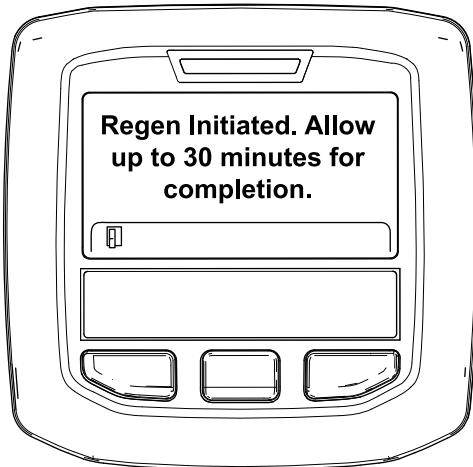

Figura 54
- Se la rigenerazione è consentita, nell'InfoCenter viene visualizzato il messaggio "Regen Initiated. Allow up to 30 minutes for completion" (Rigen. inizializzata. Attendere fino a 30 minuti per il completamento), attendete il completamento del processo di rigenerazione parcheggiata da parte della macchina (Figura 54).